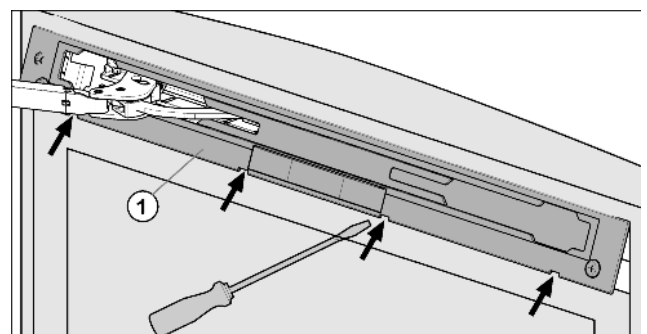

Fig. 4
- Blende Fig. 4 (1) mit Schlitzschraubendreher ausrasten und abnehmen.